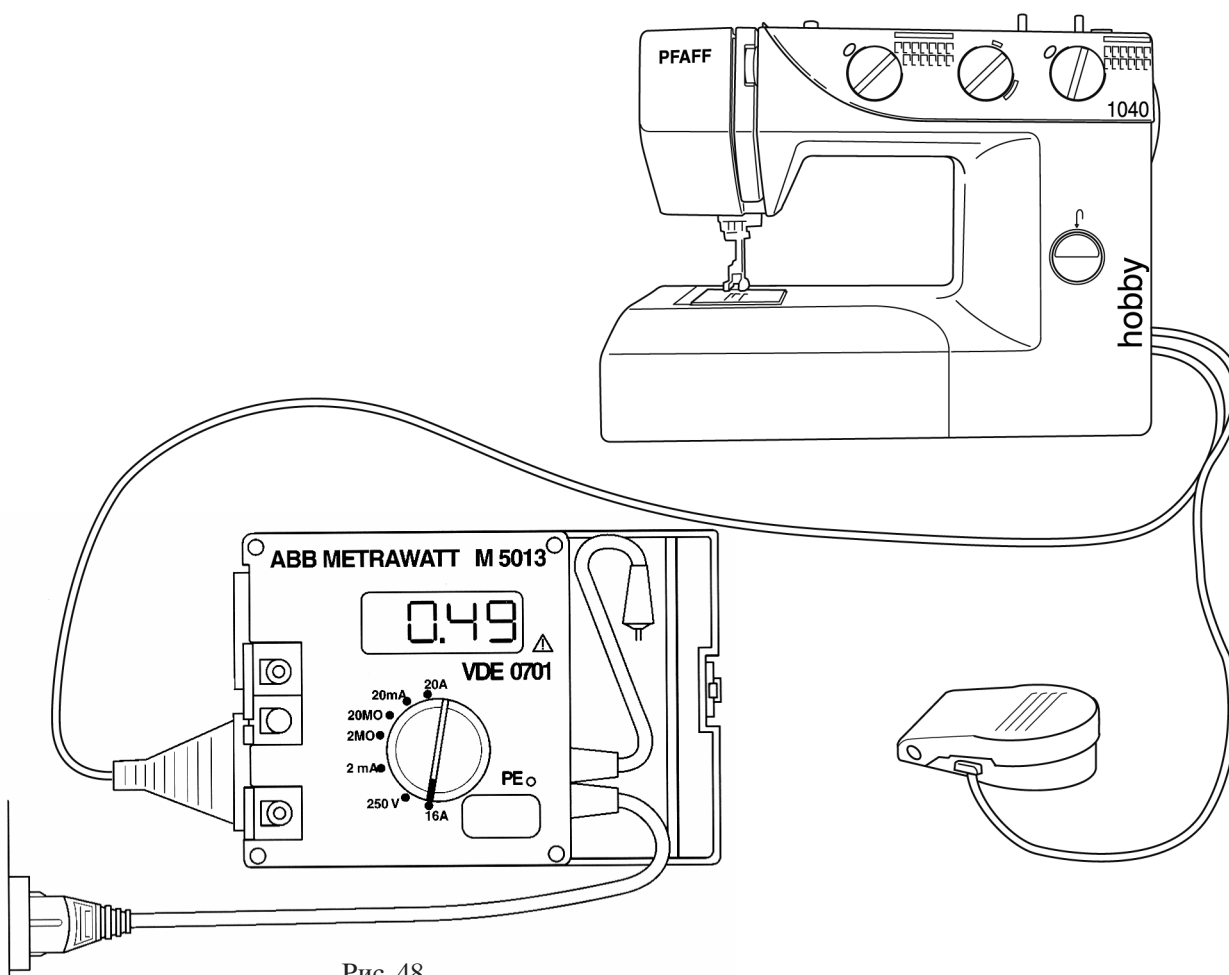

Рис. 48
- Переключатель диапазонов переведите на **16 A** (рис. 48).